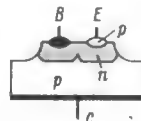

Bild 4. Diffusions- und Pillen-Meso-Typen
4. Diese Gruppe umfaßt vor allem die sogenannten Pillen-Mesa-Typen AD (Alloy Diffused Transistor; Bild 4), PADT (Post Alloy Diffused Transistor) und POB (Push-Out-Base-Transistor). Auch der MLT (Micro Layer Transistor), dessen Germaniumkristall vor dem Einlegieren der p-Zonen einen epitaxialen intrinsic-Überzug erhält und so zu einem pinip-Aufbau kommt, gehört hierhin.